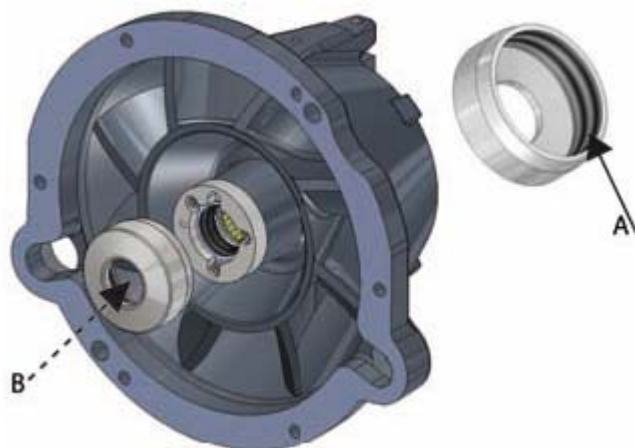

Figura 42. Montaggio del contenitore del grasso
5. Spruzzare componente adesivo sul filetto del contenitore del grasso (figura 42, punto A) ed avvitare il contenitore del grasso (figura 42, punto B).